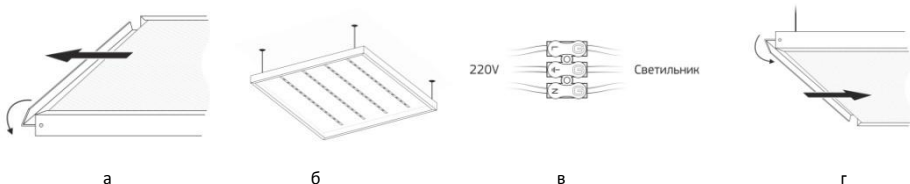

Рисунок 6 - Установка светильника Geniled серии Офис, ЛПО на ровную поверхность.
5.3.1. Установка светильника Geniled на ровную поверхность (Рисунок 6) (только для светильников серии Офис, ЛПО). Откройте откидную крышку и извлеките рассеиватель (Рисунок 6, а). Установите на подготовленное место (Рисунок 6, б). Присоедините сетевые провода к клемме, см. п.5.4 (Рисунок 6, в). Установите рассеиватель и закройте откидную крышку (Рисунок 6, г).